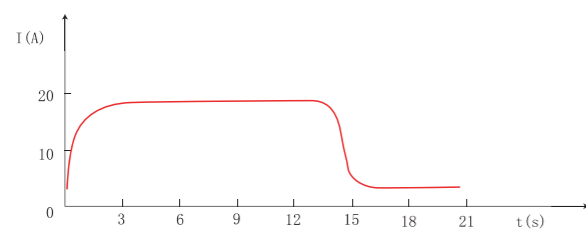

图2
■ 图2所示为沈阳某供暖公司采用ZYQT自动电液变阻起动调速控制装置起动曲线。节能效果：调节转速在70%时电动机实际输出功率为159 kW。（电动机主要参数： $P_e=560\text{kW}$ ， $U_{1e}=10\text{kV}$ ， $I_{1e}=38.43\text{A}$ ， $U_{2e}=696\text{V}$ ， $I_{2e}=500\text{A}$ ）